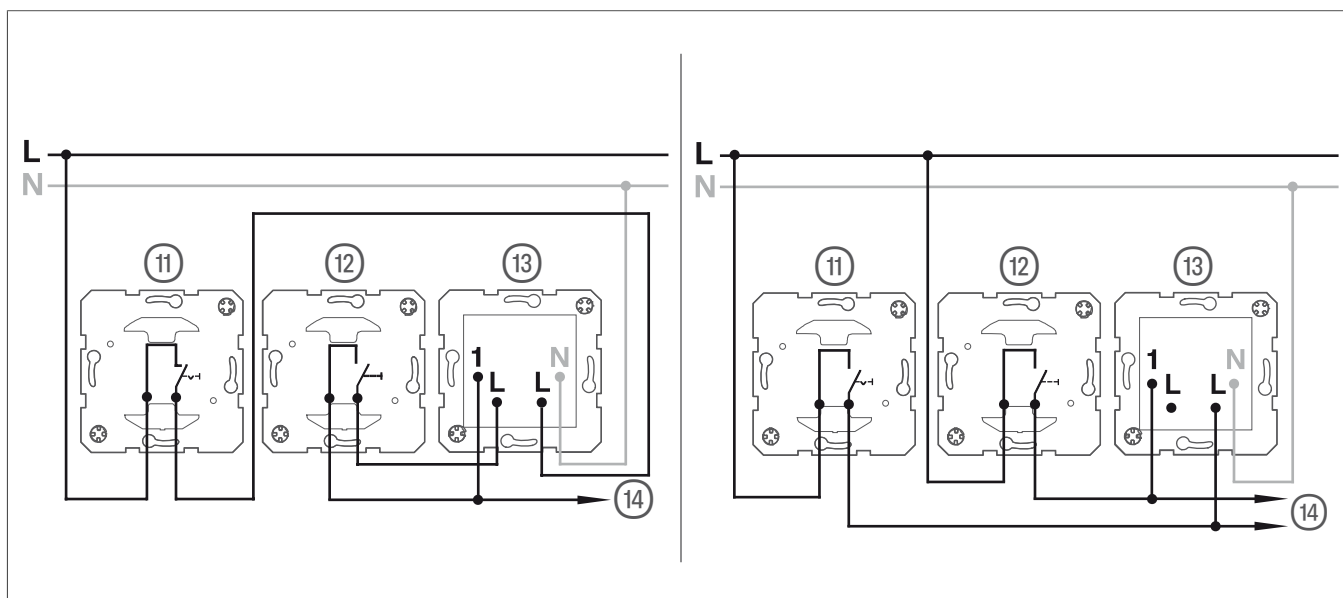

Fig. 4: Anslutningsexempel på färgväxling, byglad (vänster)/ej byglad (höger)
följande exempel visar två sätt att ansluta LED-lampan. I anslutningsexemplet (Fig. 4, vänster) ansluts neutralledaren i signalmodulen 1. I exemplet (Fig. 4, höger) ansluts ledare till styringångar på modulen 1.
- 1 Anslut RGB-lampan enligt exemplet (Fig. 4) eller (Fig. 1).
- 2 Anslut vid behov ytterligare RGB-lampor, via (14).
- 3 Montera insatsen (13) i en apparatdosa. Anslutningsklämmorna måste vara placerade nertill.